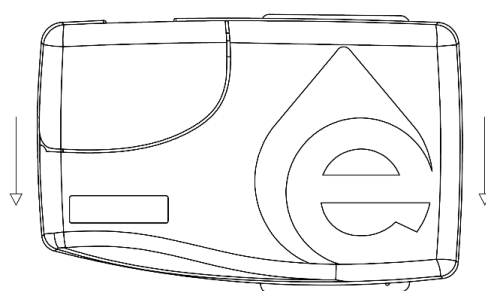

Figure 2
3. Accrochez le boîtier de commande sur les vis fixes (Figure 2) et assurez-vous que le câble d'alimentation et le câble de la cellule parviennent aussi à l'unité de commande.